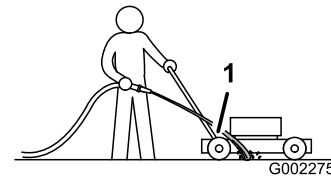

Figure 38
3. Tenez le tuyau d'arrosage à hauteur du guidon et dirigez le jet d'eau vers le sol, juste devant la roue arrière droite (Figure 38).